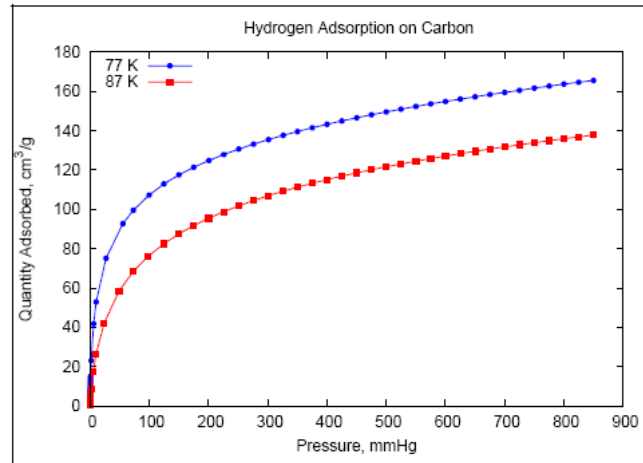

Figure 1. Example Hydrogen Adsorption Isotherm
- Tabular report** 中, 选择 **Linear absolute plot** (见图 1), **Logarithmic absolute plot** 和 **Pressure composition isotherm** (见图 2) 选项。